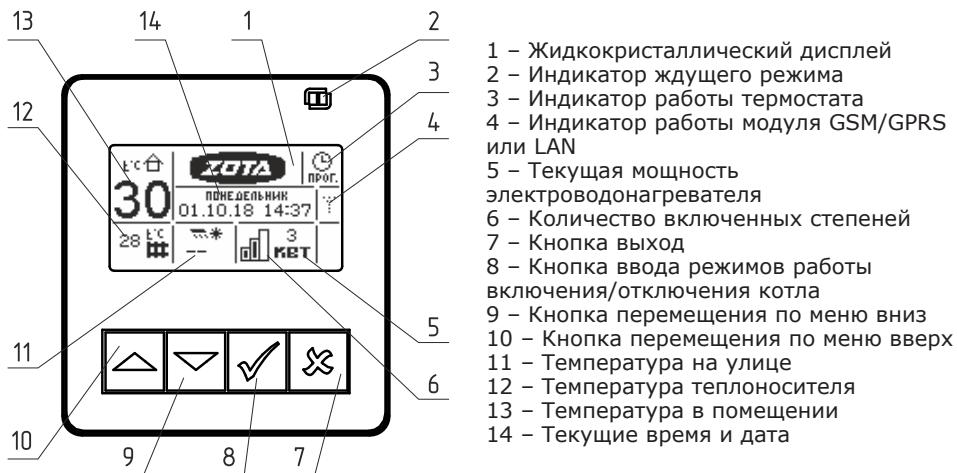

Рис. 2 Расположение органов управления и индикации на передней панели
5.3. Управление работой электроводонагревателя производится от блока индикации (7), выполняющего функции автоматического поддержания температуры теплоносителя, воздуха в помещении, защиты от перегрузки, перегрева теплоносителя, перегрева твердотельных реле, короткого замыкания, а также сигнализации режимов работы электроводонагревателя. Расположение органов управления и индикации на передней панели блока индикации показано на Рис.2.
7.5. Включите вводной автомат (13) в положение «ВКЛЮЧЕНО» вместе с дистанционным расцепителем. Переведите выключатель (15) в положение ВКЛ. Нажмите и удерживайте кнопку «ВВОД» в течении трех секунд до погасания индикатора ждущего режима (2) Рис. 2 и включения подсветки дисплея. Котел перейдет во включенное состояние.
Для подготовки первого включения электроводонагревателя после монтажа необходимо включить вводной автомат (13) Рис.1 вместе с дистанционным расцепителем в верхнее положение. Перевести выключатель (15) в положение ВКЛ. После этого на блок индикации подается питающее напряжение, он переходит в ждущий режим и загорается индикатор (2) Рис.2
8.2. Для включения котла удерживать кнопку «ВВОД» на передней панели блок индикации в течении трех секунд, после этого гаснет индикатор (2) Рис.2 и котёл переходит в рабочий режим. После перехода в рабочий режим появляется основной экран, который отображает текущие параметры работы котла: